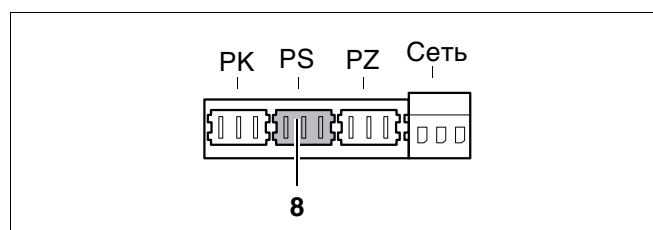

Рис. 40 Клеммник – загрузочный насос бака-водонагревателя 230 В (цвет подключения серый)
- Подключить загрузочный насос бака-водонагревателя к серой клемме PS (рис. 40, поз. 8). Максимально допустимая потребляемая мощность насоса 250 Вт.